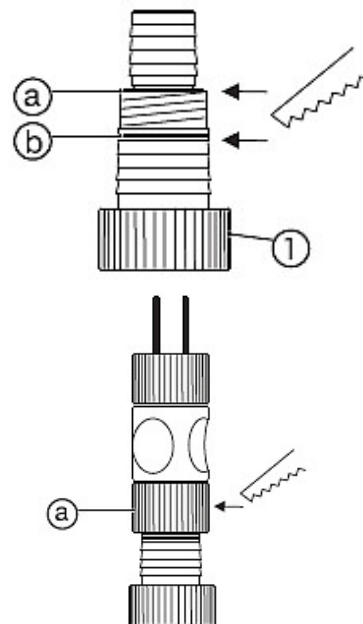

Abb. 5: Montage Druckleitung 13 mm, 15mm und 19mm
Schritt 1: Obersten Anschlussnippel bei a (Abb.5) abschneiden.